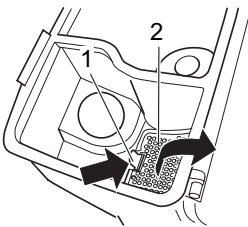

Abb. 28
3. Entnehmen Sie das Filtergitter (Abb. 28/2). Drücken Sie dazu die Verriegelung (Abb. 28/1) ein und heben Sie das Filtergitter nach oben heraus.